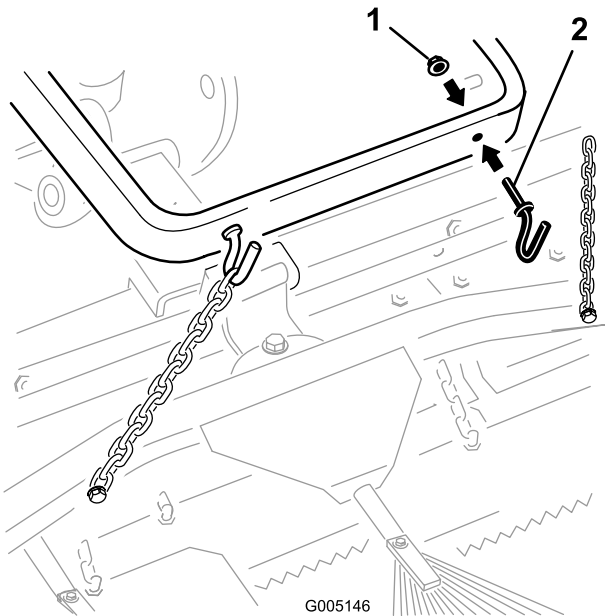

Figura 6
- A. Monte 2 ganchos en la parte trasera del brazo de elevación con 2 tuercas con arandela prensada (3/8 pulgada) (Figura 6). Sujete las cadenas a los ganchos con la longitud deseada.